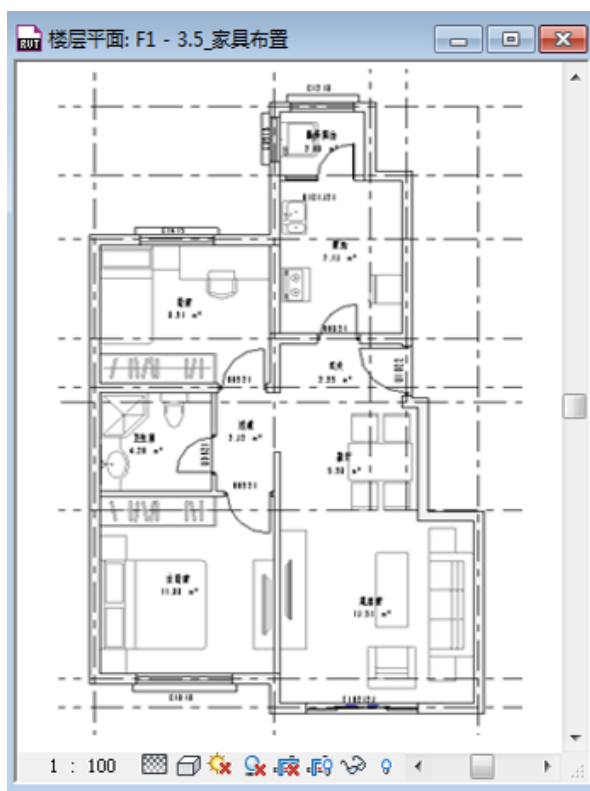

图 2-31
- 4) 重复上步操作，完成其它房间家具的摆放，具体位置可参照下图。其中新建类型“家具\_桌子\_2D: 1700X700”（即长度为 1700mm，宽度为 700mm）作为卧室的书桌；新建类型“家具\_桌子\_2D: 500X500”（即长度为 500mm，宽度为 500mm）作为床头柜与小茶几（位于起居室三人沙发两侧）；新建类型“家具\_桌子\_2D: 1500X600”（即长度为 1500mm，宽度为 600mm）作为起居室的茶几；新建类型“家具\_桌子\_2D: 2400X500”（即长度为 2400mm，宽度为 500mm）作为起居室的电视柜；新建类型“家具\_桌子\_2D: 1800X400”（即长度为 1800mm，宽度为 400mm）作为主卧室的电视柜；其余构件均为默认类型（如图 2-31 所示）。